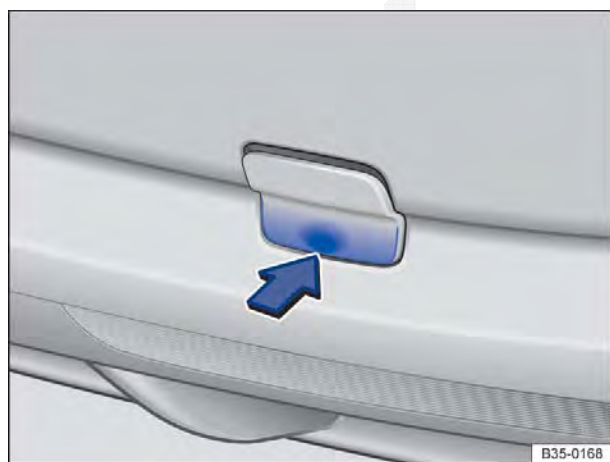

Fig. 261 No para-choque traseiro à direita: remover a cobertura.
O alojamento da argola de reboque rosqueável está localizado à direita do para-choque traseiro, atrás de uma cobertura ⇒ Fig. 261. Em veículos com dispositivo de reboque instalado de fábrica, atrás da cobertura **não** há um alojamento para a argola de reboque rosqueável. Para rebocar, bascular para fora ou montar e utilizar a rótula de engate e utilizá-la ⇒ Página 149, ⇒ ①.
- Pressionar na área inferior da cobertura ⇒ Fig. 261 no sentido da seta para soltar o encaixe da cobertura.